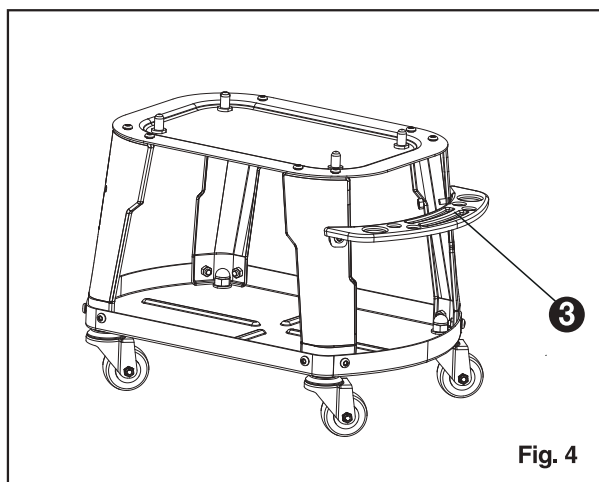

Fig. 4
Plaats de gereedschapsbak ③ aan de zijkant van de houder zoals getoond in Fig. 4 en draai de zeskantkopschroef ④ en de M6 borgmoer ⑤ aan beide uiteinden vast door de gaten.